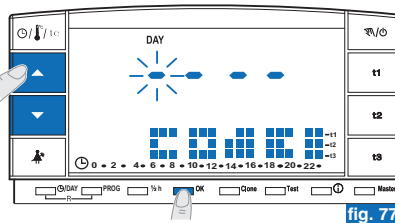

fig. 77
- L'écran affichera l'inscription **CodE II** et le premier tiret à gauche clignotera (fig. 77); insérer le **nouveau mot de passe** en utilisant les touches ▲▼ puis confirmer chaque valeur en appuyant sur la touche **OK** (exemple sur la fig. 78).
- Lorsque l'écran affiche l'inscription **CodE II**, insérer comme mot de passe 4 tirets (- - -) et confirmer chaque "tiret" en appuyant sur la touche **OK** (fig. 77).